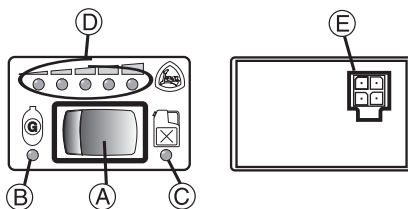

Fig. 5
5. INSTALLAZIONE E FUNZIONAMENTO COMMUTATORE / INDICATORE LCS A1 V05 (Fig. 5)